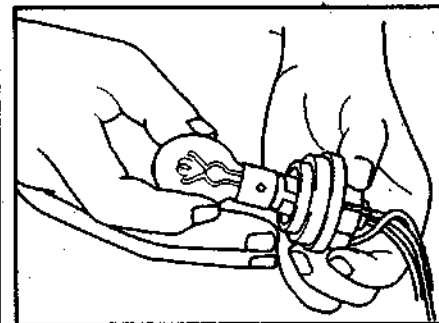

Рис. 128. Снятие лампы заднего указателя поворота
3. Поверните патрон лампы против часовой стрелки и извлеките его из корпуса (рис. 128).